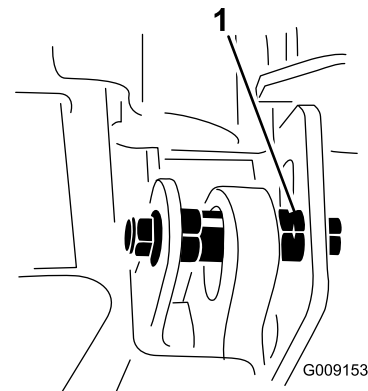

Bild 8
**Hinweis:** Der Exzentersechskant hat eine Kerbe, die 180° vom Kolben der Exzenterwelle ist (Bild 8). Verwenden Sie die Kerben als Bezug für die Position der Kolben, wenn Sie die Exzenter einstellen.